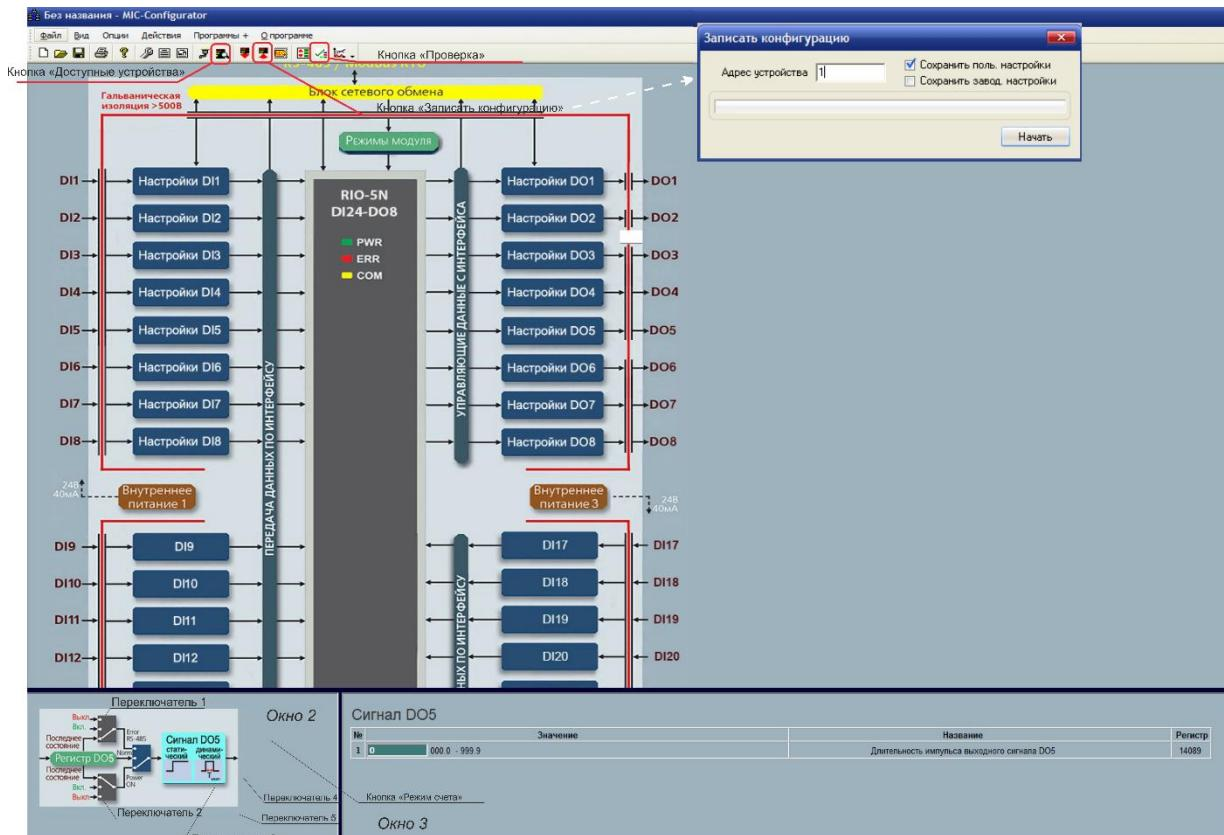

Рисунок 4.7 – Редагування конфігурації
4.3.6.6 У MIK-Конфігураторі натиснути клавішу "Доступні пристрої" (див. рис. 4.7) та здійснити пошук модуля згідно з пунктом 4.3.4.